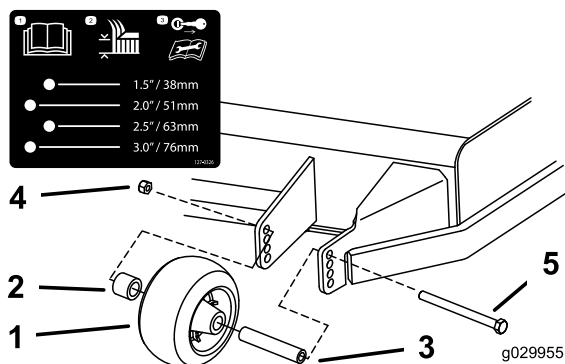
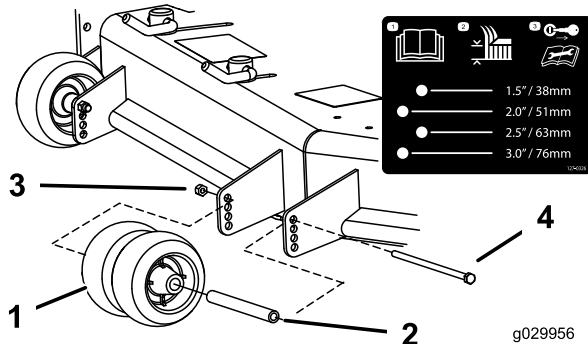
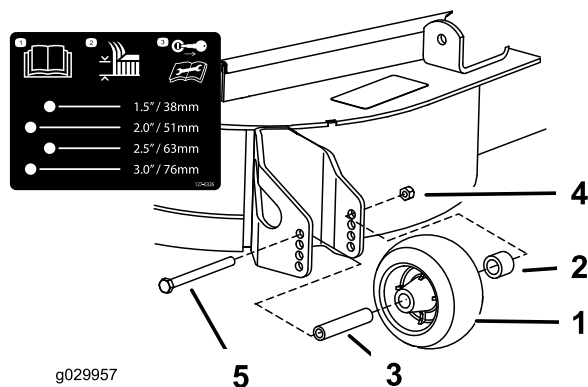

Figura 32
Figura 33
Figura 34
3. Ajuste los rodillos protectores del césped según se muestra en **Figura 32**, **Figura 33** y **Figura 34**.